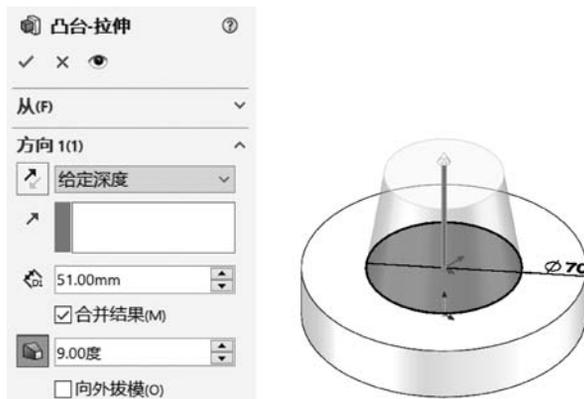

图 5-28 拉伸凸台
(4) 单击【特征】选项卡上的【拉伸凸台/基体】按钮,会出现【凸台-拉伸】属性管理器。
① 在【方向 1】组,从【终止条件】列表中选择【给定深度】选项。
② 在【深度】文本框内输入 51.00mm。
③ 打开【拔模开/关】,在【拔模角度】文本框输入 9.00 度,如图 5-28 所示,单击【确定】按钮。